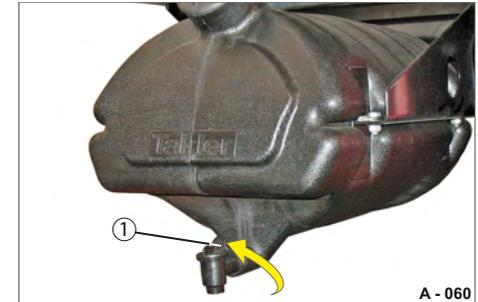

Abb. 92 Wassertank entleeren
- ▶ Drehen Sie den Hebel vom Auslaufhahn (Abb. 92/1) um 180° gegen den Uhrzeigersinn. Das Wasser läuft aus.